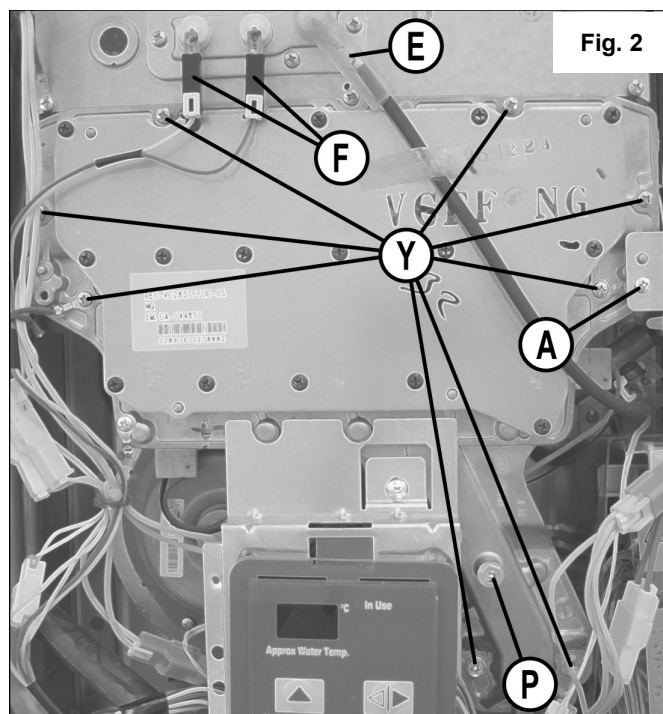

Fig. 2
5. Procedere con la sostituzione del collettore di alimentazione del gas tramite i seguenti passaggi (Fig.2):
- scollegare i connettori dell'elettrodo (E) e dei due sensori di fiamma (F);
- rimuovere le viti di fissaggio del collettore gas (Y);
6. Collegare il micro manometro digitale alla presa di prelievo pressione (P) del collettore gas.